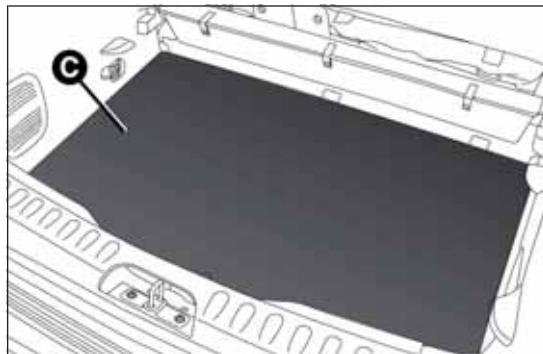

fig. 94
- introdurre gli oggetti desiderati all'interno del vano C fig. 94;